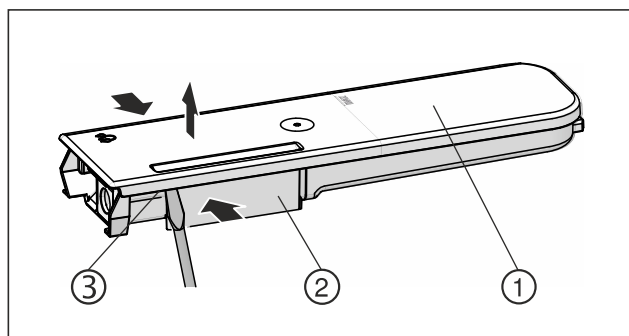

Fig. 135
- ▶ Ścisnąć zbiornik wody Fig. 135 (2), a pokrywę Fig. 135 (1) podnieść ostrożnie nad uchwyty zatrzaśkowe Fig. 135 (3) i pociągnąć w górę.
- Pokrywę przestawić delikatnie w przód i w tył Fig. 135 (1) i pociągnąć w górę.